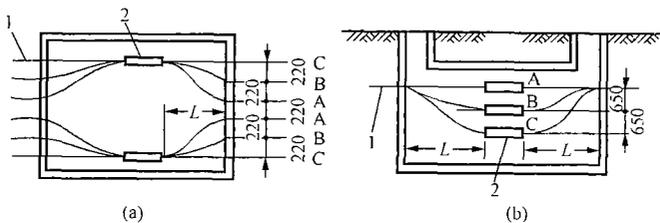

图 D-4
**Jd3D4061** 为了便于接头施工，工作井的结构尺寸主要决定于电缆立面弯曲时所需尺寸，现要做如图 D-4 所示工井及尺寸，求电缆立面弯曲所需的长度。(假设电缆外径 113mm，允许弯曲半径为 20mm)